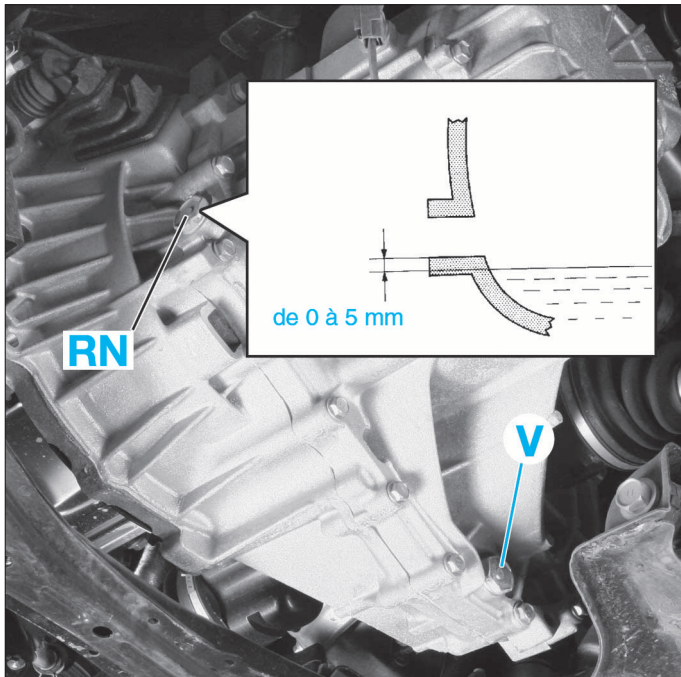

FIG. 5
- Effectuer la vidange de la boîte de vitesses (fig. 5).
- effectuer le remplissage d'huile de la boîte de vitesses et la mise à niveau par le même bouchon (le niveau doit se situer entre 0 et 5 mm du rebord) (fig. 5).